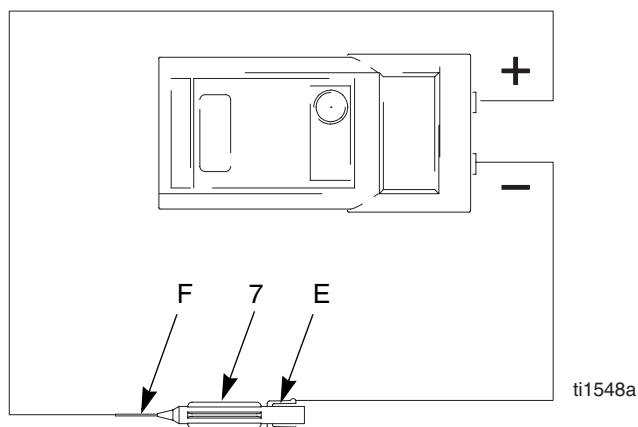

Fig. 18. Elettrodo
4. Rimuovere l'elettrodo (7), pagina 35. Misurare la resistenza tra il contatto (E) ed il filo dell'elettrodo (F). La resistenza deve essere compresa fra 20 e 30 megohm. Se fuori dalla gamma, sostituire l'elettrodo. Vedere Fig. 18.